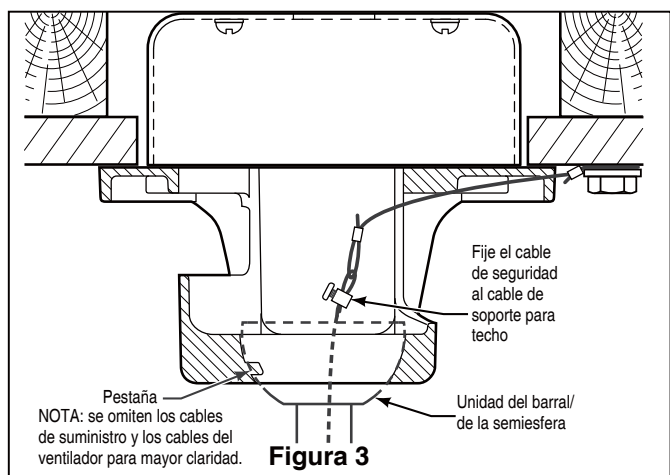

Figura 3
3. Afloje los dos tornillos de fijación del soporte del barral. Introduzca los cables de color azul, dorado y naranja, además del cable de seguridad a través de la varilla. (Figura 3)
4. Levante cuidadosamente el ventilador y coloque el ensamble de la bola para colgar/varilla en la abrazadera para colgar que acaba de fijar a la caja de salida. Asegúrese de que la ranura de la bola esté alineada con la lengüeta de la abrazadera para colgar. (Figura. 3)
- 5. Ajuste las aspas ensambladas y los soportes al buje del motor con los tornillos y las arandelas de seguridad suministrados. (Figura 3)